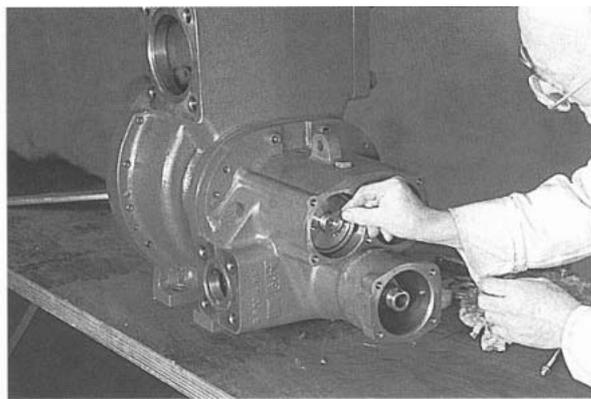
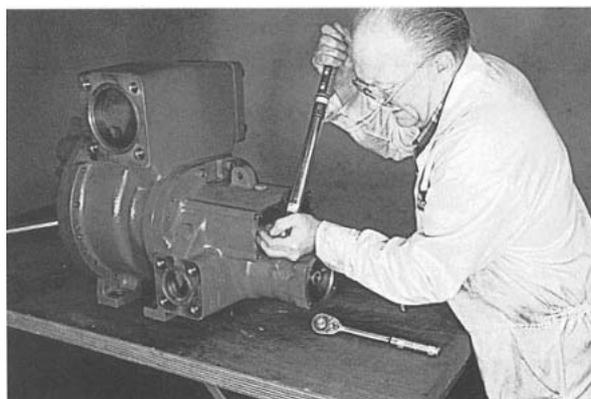

Рис. 134
Рис. 135
24. При установленных пружинных шайбах (рис. 134) установите на место контргайку и затяните до требуемого крутящего момента 130 Нм. (Рис. 135)